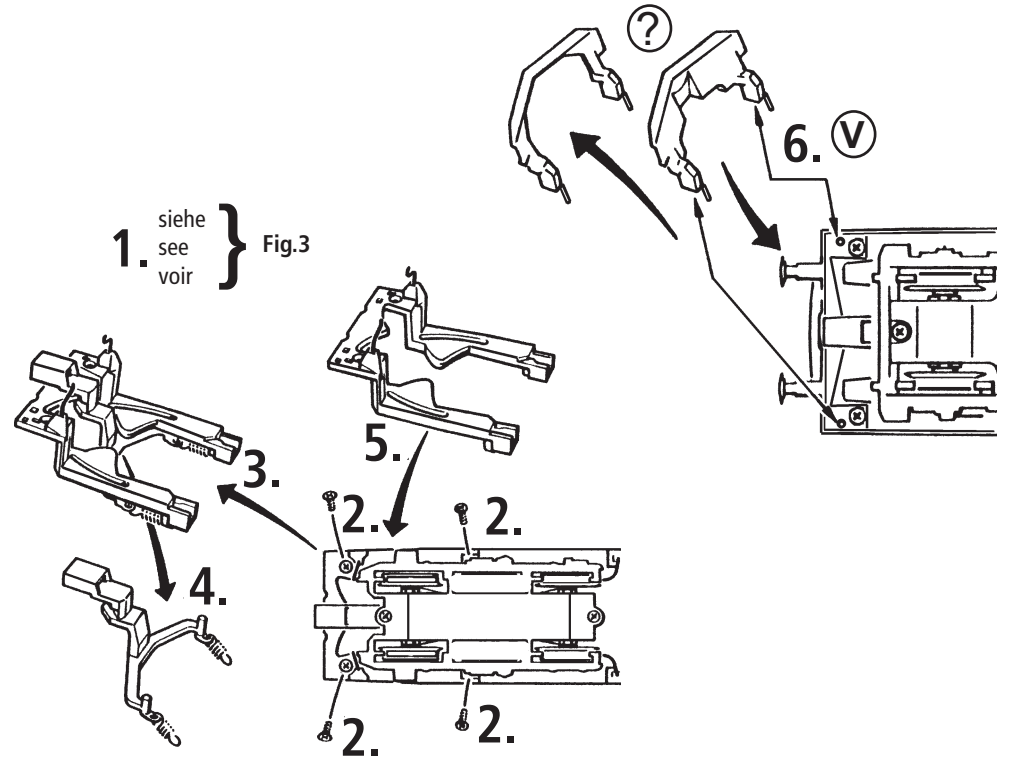

Fig. 3
Mehrzugbetrieb: Zuerst Lokgehäuse abnehmen (Fig. 3). Danach den Brückenstecker aus der Schnittstelle entfernen (diesen sorgsam aufbewahren). Danach den Stecker des Dekoders lagegerecht einsetzen (Fig. 7).
2. Schmierung: Versehen Sie die im Schmierplan in Fig. 9 gekennzeichneten Stellen mit nur **kleinen Öltropfen**. Dazu zuerst das Lokgehäuse abnehmen (Fig. 3). Wir empfehlen den ROCO **Öler Art.-Nr. 10906**. Fürs Schmieren der Getriebeteile (Zahnräder, Schnecke) empfehlen wir das **ROCO-Spezialfett Art.-Nr. 10905**. Im Falle der Schmierung diese Teile **nicht ölen**.
4. Kohlebürstenwechsel: Lokgehäuse abnehmen (Fig. 3). Danach wird der Motor ausgebaut und die Kohlebürsten ausgewechselt (Fig. 10).
2. Lubrication: Apply **tiny oil drops** to spots marked in fig. 9. Prior to lubrication dismantle locomotive (fig. 3). We recommend using item no. **10906, ROCO oiler**. For lubrication the gearparts (e.g. cogwheels, worm) we would recommend our ROCO **special grease** (item no. **10905**).
4. Carbon Brush Changing: First remove loco body (fig. 3), and then the motor (fig. 10).
2. Graissage: N'appliquez **qu'une toute petite goutte** aux endroits indiqués par le plan de graissage (fig. 9) après avoir démonté la caisse de la locomotive (fig. 3). Nous vous recommandons **le graisseur à huile ROCO réf. 10906**. Pour graisser les engrenages (roues dentées, vis sans fin) nous vous conseillons la **graisse spéciale ROCO réf. 10905** pour engrenages en matières synthétiques. Lorsque vous utilisez cette graisse il faut éviter d'huiler ces composants.
4. Remplacement des balais du moteur: Démontez la caisse (fig. 3). Démontez ensuite le moteur et échangez le balais (fig. 10).
voir } Fig.3